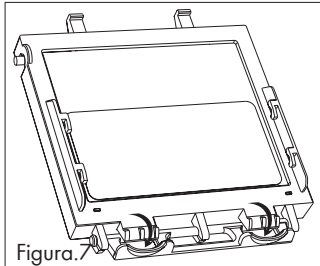

Figura.7
- **Sostituzione della lente di copertura frontale.** Per sostituire la lente di copertura frontale, rimuovere la cassetta della lente sbloccando la chiusura del supporto sotto la cartuccia (Figura 7), quindi sollevare la cartuccia per rimuovere e sostituire la lente di copertura frontale.
maschera. Si veda la Figura 7 per quanto riguarda la rimozione. Piegare l'estremità superiore del supporto ADF per permettere alla cartuccia ADF di essere estratta dal telaio. Installare la nuova cartuccia ADF nel telaio secondo quanto illustrato nella Figura 8, in basso. Verificare che la cartuccia ADF sia inserita correttamente nel supporto ADF, come illustrato. Installare il gruppo del supporto ADF nella maschera.